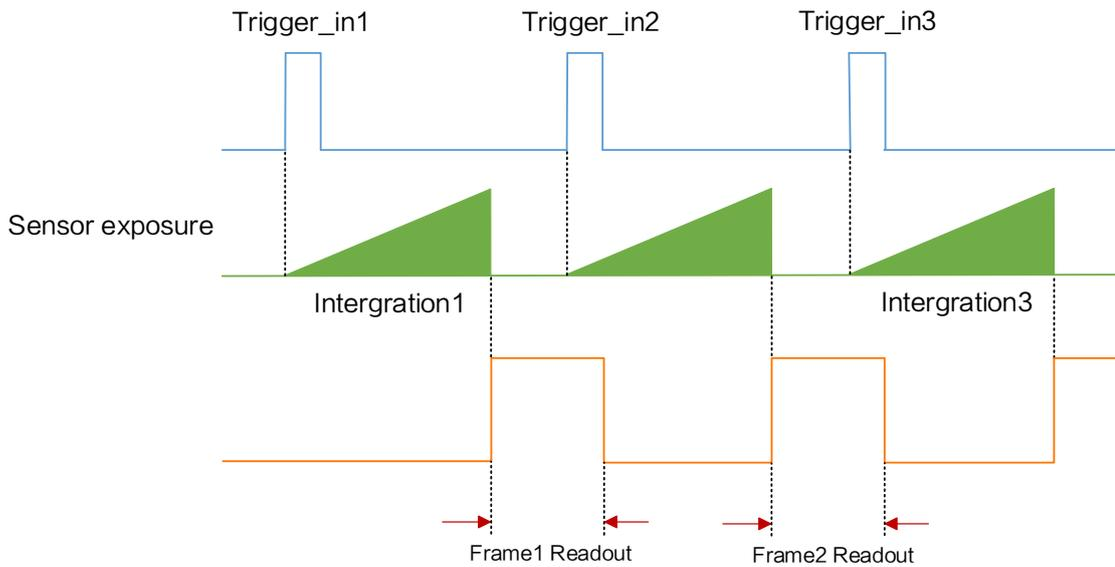

图8-15 第2帧正常处理时序
- 若第2个触发信号第1帧图像的曝光结束时间不早于相机当前第1个触发信号最后1帧的出图时间，则第2个触发信号第1帧图像正常出图，如图8-15所示。